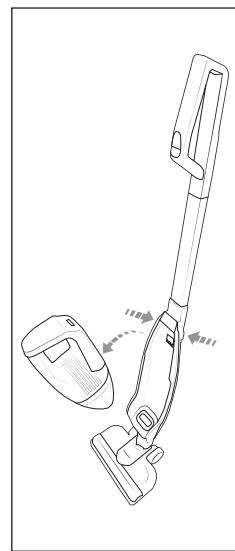

Fig. 4
- 3) Pour détacher la partie portable ② du manche ⑪, appuyez en même temps sur les deux touches de déverrouillage ⑬ (fig. 4).
- 4) Saisissez la partie portable ② par la poignée ① et tirez-la vers le haut/l'avant pour la sortir de la cavité pour partie portable ⑯ (fig. 4).